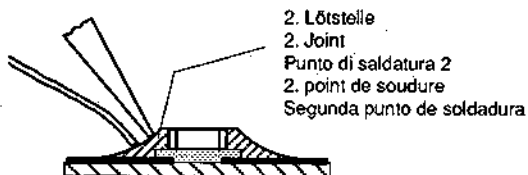

Fig. 5
5. Schritt: Freie Seite löten. Nach dem Erkalten die erste Lötstelle nochmals nachlöten (Fig. 5).
5. step: Solder the free end of the CHIP and resolder the first soldering point after it has cooled (Fig. 5).
5. Saldare la superfici di contatto libera e, dopo che questa si è raffreddata, saldare nuovamente la superfici opposta (Fig. 5).
5. Effectuer la même opération pour l'autre côté. Terminer la première soudure (Fig. 5).
- Quinto paso: Soldar la parte libre y, después enfriarse, soldar también la parte opuesta (Fig. 5).